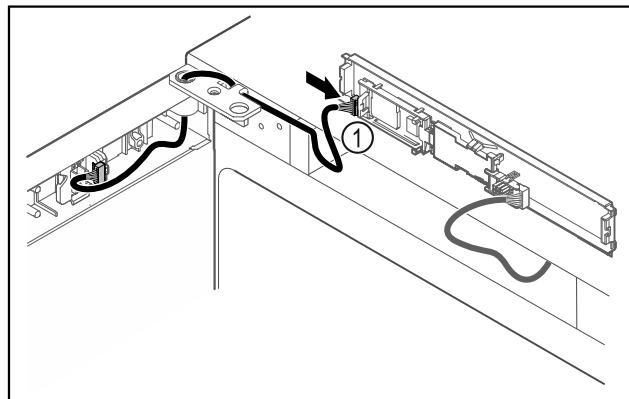

Fig. 43
- ▶ Připojte zástrčku Fig. 43 (1) na desku.